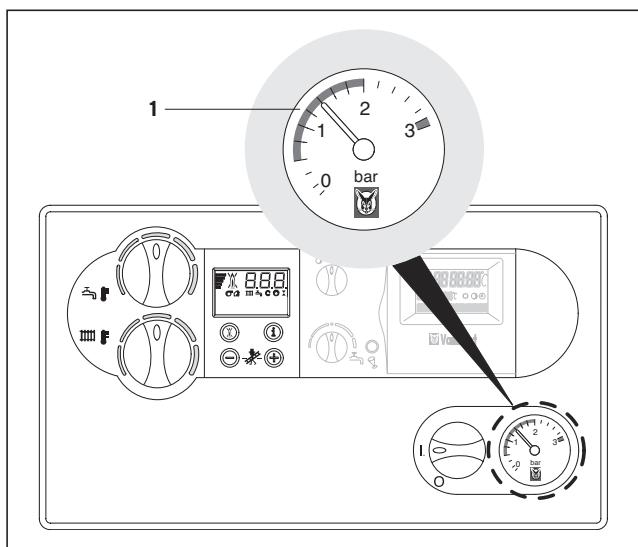

Fig. 3.5 Controlul nivelului apei
3.2.2 Controlul nivelului apei (fig. 3.5)
- Controlați nivelul apei (presiunea de admisie) în instalație pe manometru (1).
- Pentru o exploatare a instalației de încălzire în condiții optime, indicatorul manometrului (1) trebuie să se situeze între 1,0 și 2,0 bar presiune de admisie când instalația este rece. Dacă acesta este sub 0,8 bar, completați cu o cantitate corespunzătoare de apă.